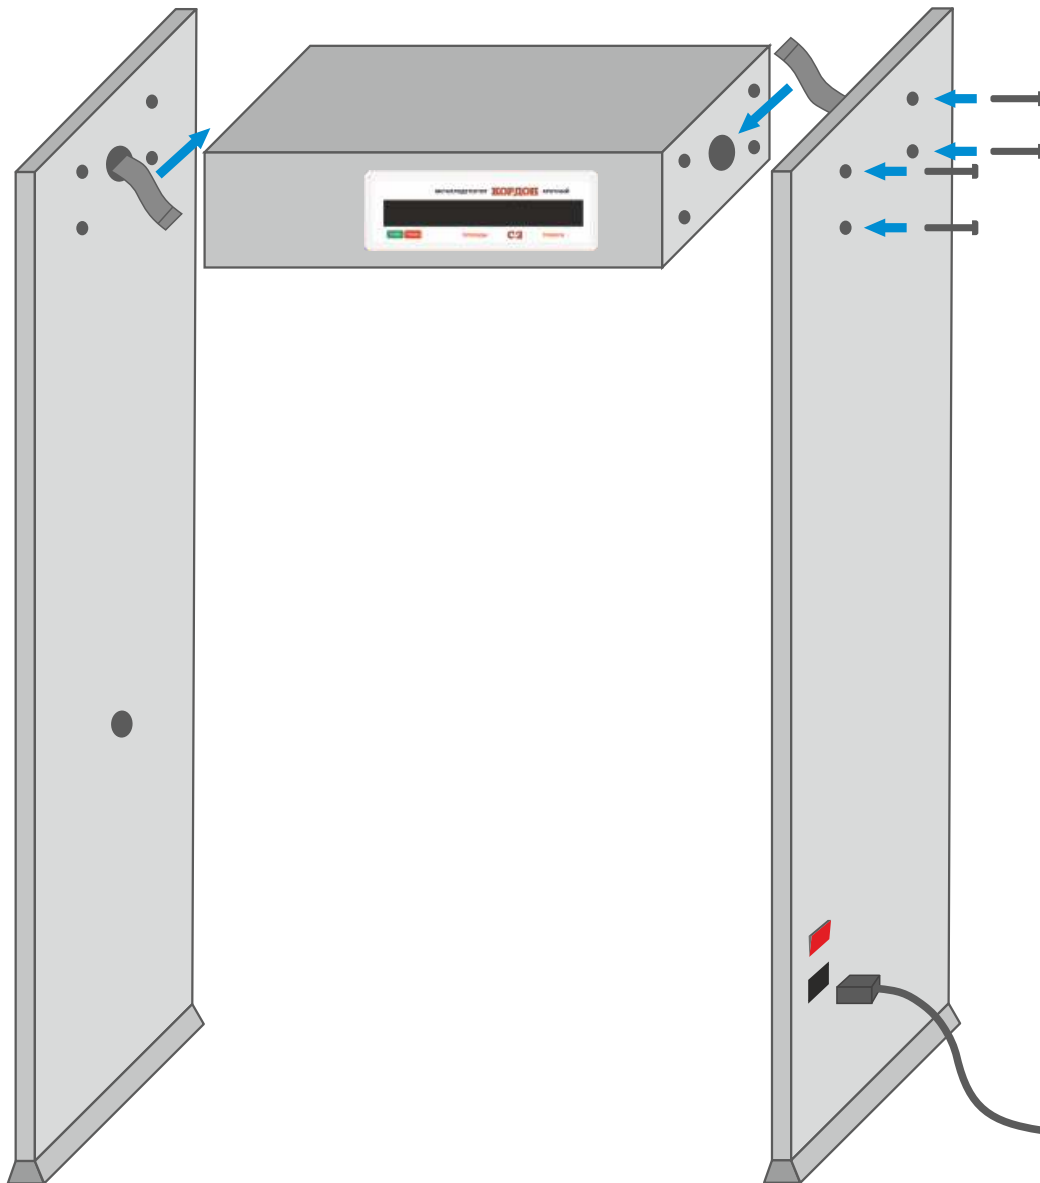

Рисунок 3. Сборка металлодетектора.
2. Соедините блок электроники и приёмо-передающие антенны с помощью входящих в комплект болтов и гаек, как показано на рис. 3.
7. Подсоедините кабель питания к соответствующему разъёму на правой антенне (см. рис. 3), подключите его к сети электрического питания 220В. Включите тумблер питания.